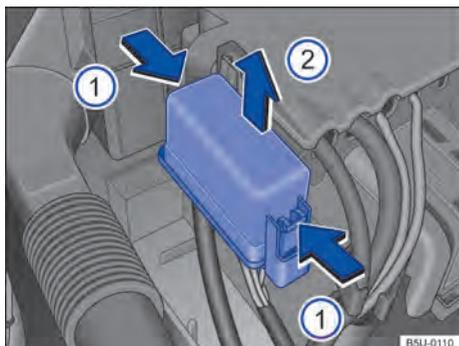

Fig. 180 No compartimento do motor: cobertura da caixa de fusíveis.
- Pressionar as travas no sentido da seta → Fig. 180 ❶, para destravar a cobertura da caixa de fusíveis.
- Remover a cobertura por cima, no sentido da seta ❷.
- Para a **instalação**, colocar a cobertura sobre a caixa de fusíveis. Pressionar a cobertura para baixo, no sentido contrário da seta ❷, até que trave de forma audível.